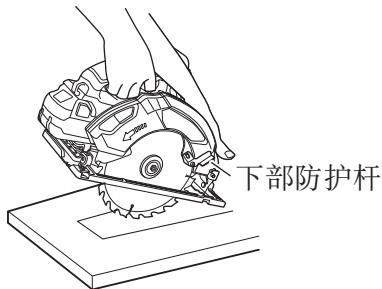

图38
- (1) 用线在各面清楚地标记出锯割部分。（参见图38）。
- (2) 根据要锯割的材料调整深度。
- (3) 如图38所示，一直向后推动控制杆，使刀刃露出。。